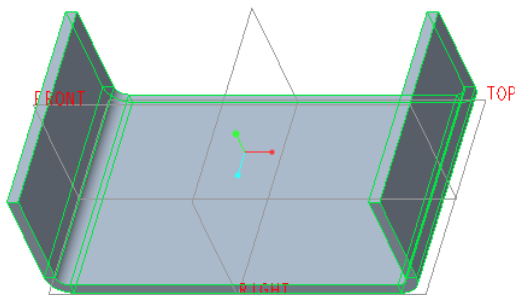

图 5-164 完成的拉伸壁
(6) 单击“拉伸”选项卡上的  (完成) 按钮, 完成的拉伸壁作为第一壁, 如图 5-164 所示。